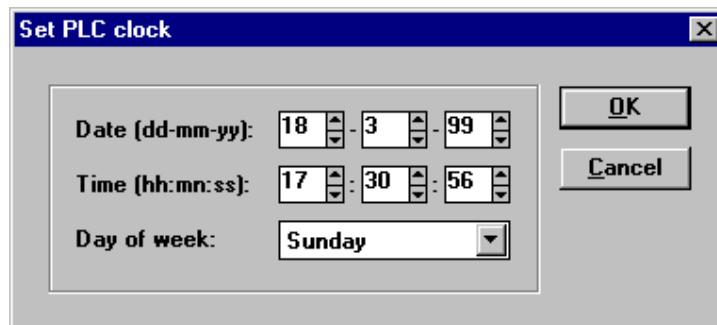

Figura 5-4: Actualización del reloj
- ⇒ A través del software AC31GRAF en la ventana de configuración, haciendo clic en el ícono "Set PLC clock" (ver Figura 5-4).